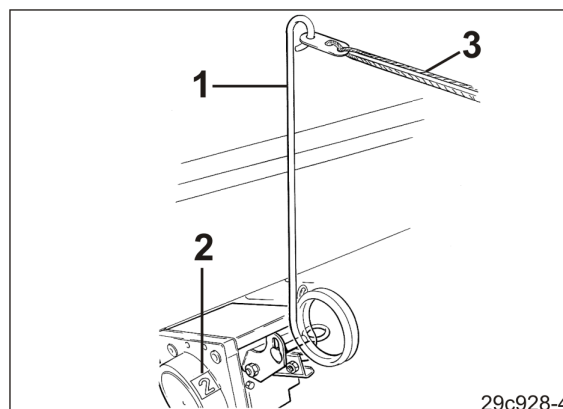

Fig. 207
3. Indstil køresporstælleren umiddelbart før arbejdets begyndelse ved at trække i betjeningsarmen (Fig. 207/1). Den aktuelle køresporstæller vises i styreboksens vindue (Fig. 207/2). Betjen kun betjeningsarmen via wiren (Fig. 207/3) i traktorens førerhus.